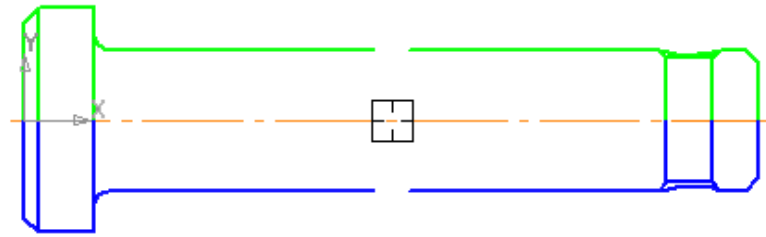

Рисунок 18.
- Укажите курсором горизонтальную осевую линию — будет построено симметричное изображение (рис. 18).